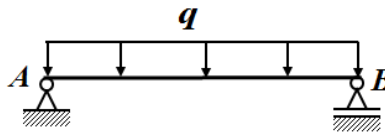

Рис. 1
1. Побудувати епюри поперечних сил і згинальних моментів. Для двоопорної балки (рис. 1). Визначити небезпечні поперечні перерізи. Підібрати трубчатий переріз із співвідношення сторін $\alpha = d/D = 0,8$ за умовою міцності при чистому згині, якщо $q = 20 \text{ кН/м}$ і $AB = 0,5 \text{ м}$.